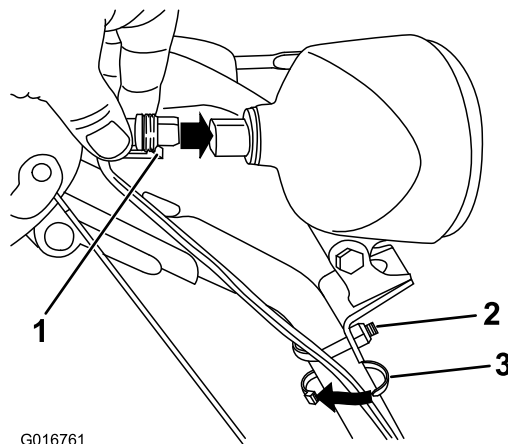

Figura 18
1. Inserite direttamente nel retro del faro il connettore situato sull'estremità allentata del cavo, finché non è saldo (Figura 18).
Nota: L'attacco in plastica sul connettore del cavo deve trovarsi in fondo (Figura 18).
2. Fissate una fascetta per cablaggio (nel sacchetto delle parti sciolte) attorno al cavo e alla stegola, a circa 2,5 cm sotto il bullone ad U (Figura 18).